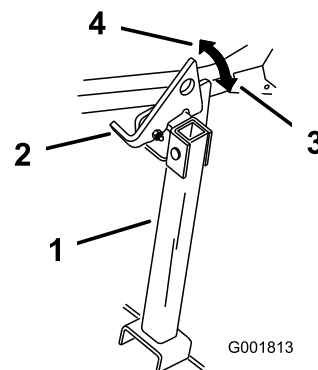

Figura 44
2. Levante o trinco para a posição de DESBLOQUEADA (Figura 44).